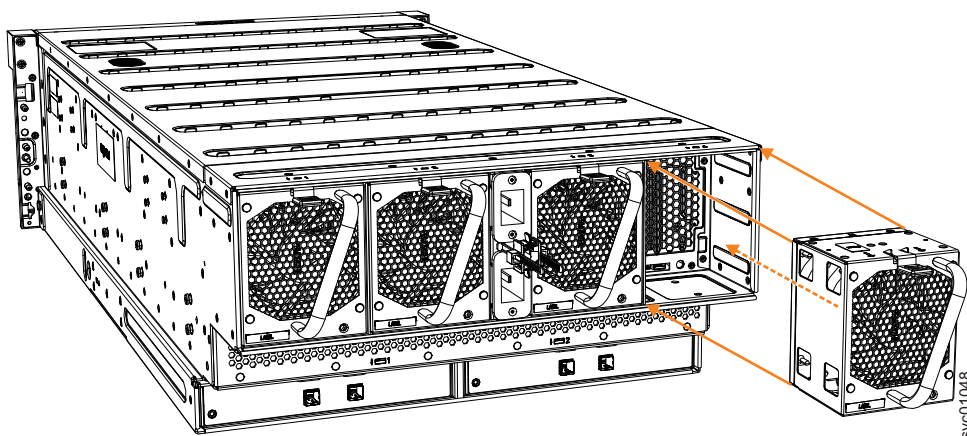

図 72. ファン・モジュールの交換
2. 図 72 に示すように、ファン・モジュールが所定の位置にカチッと収まるまで、慎重にシャーシ内に挿入します。